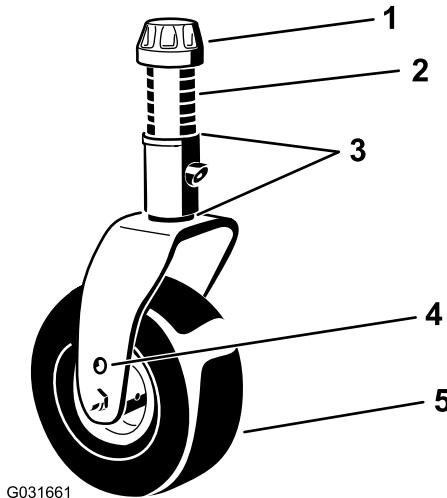

Figura 27
4. Retire el casquillo tensor del eje de la rueda giratoria y retire el eje del brazo de la rueda giratoria (Figura 27).